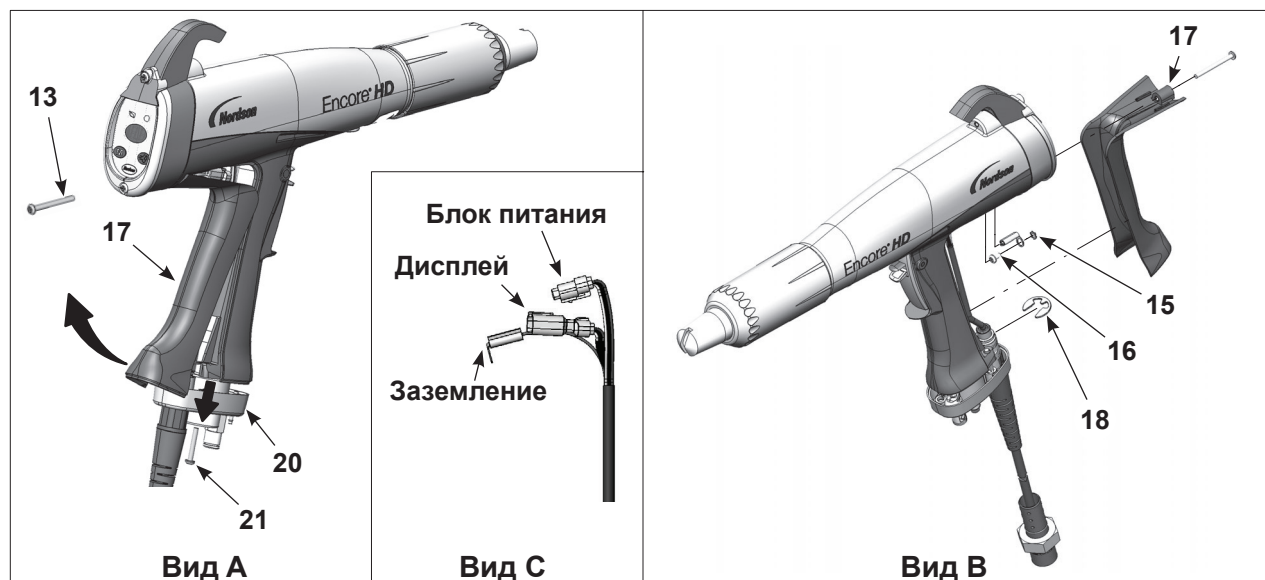

Рис. 16 Замена кабеля
2. См. Рис. 16, вид А. Вывернуть два винта М3 х 20 (21) крепления основания рукоятки (20) к рукоятке.
3. Вывернуть нижний винт М3 х 35 (13) из модуля дисплея.
4. Оттянуть основание от рукоятки достаточно для того, чтобы освободить из него нижний край накладки заземления (17).
6. См. Рис. 16, вид В. Вывернуть винт М3 х 8, снять стопорную шайбу (16, 15) и наконечник провода заземления с накладки заземления.
7. Снять с кабеля стопорную шайбу (18).
8. См. Рис. 16 вид С. Вытянуть разъемы кабеля из рукоятки. Вставив плоское жало миниатюрной отвертки в пазы в разъемах блока питания и дисплея, освободить защелку и разъединить разъемы.
1. См. Рис. 16. Продеть новый кабель сквозь основание рукоятки, а затем зафиксировать кабель стопорной шайбой (18).
3. Присоединить наконечник провода к накладке заземления (17), используя винт М3 х 6 и стопорную шайбу (16, 15).
6. Приставив основание (20) к рукоятке и накладке заземления, надежно затянуть в основании два винта М3 х 20 (21).
7. Поставить винт М3 х 35 (13) в нижней части модуля дисплея.